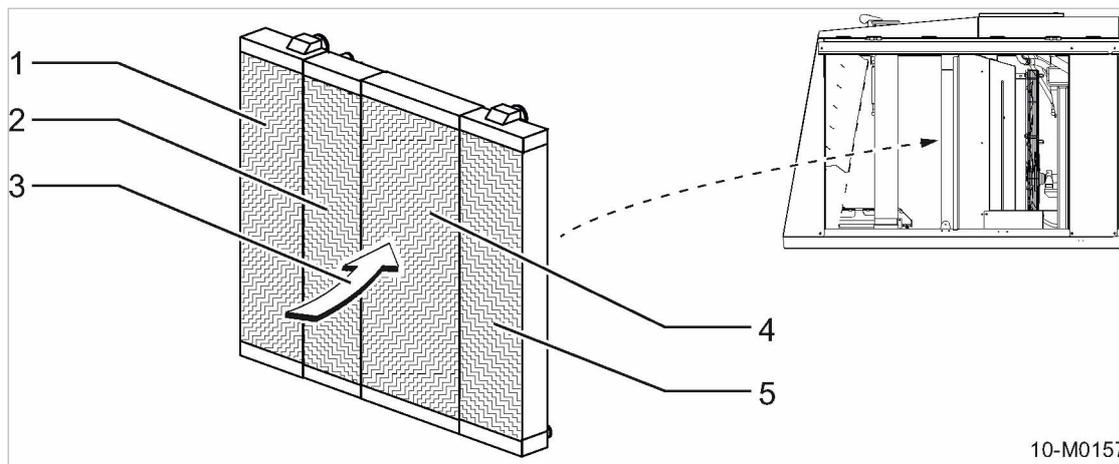

Рис. 50 Почистить радиаторы (двигателя и компрессора).
Радиатор сжатого воздуха находится в радиаторном блоке машины (см. рис. 50; поз. ⑤).